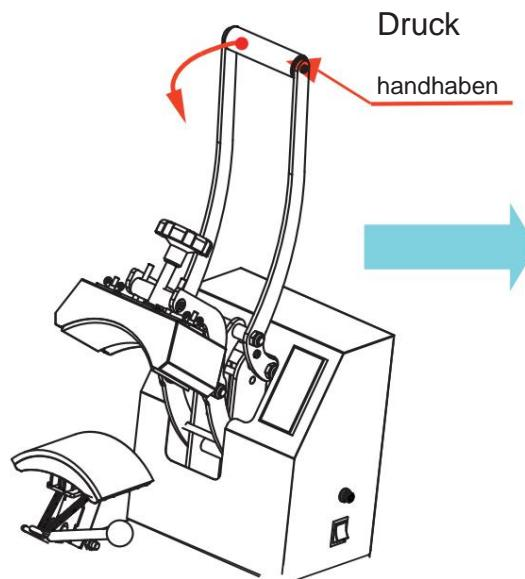

Abbildung 8
5. Wenn die Betriebstemperatur erreicht ist, drücken Sie den „Druckgriff“ nach unten, bis der Signalton weiter piept (siehe Abbildung 8 und 9). Heben Sie dann den „Druckgriff“ an und entfernen Sie die Kappe von der Form.